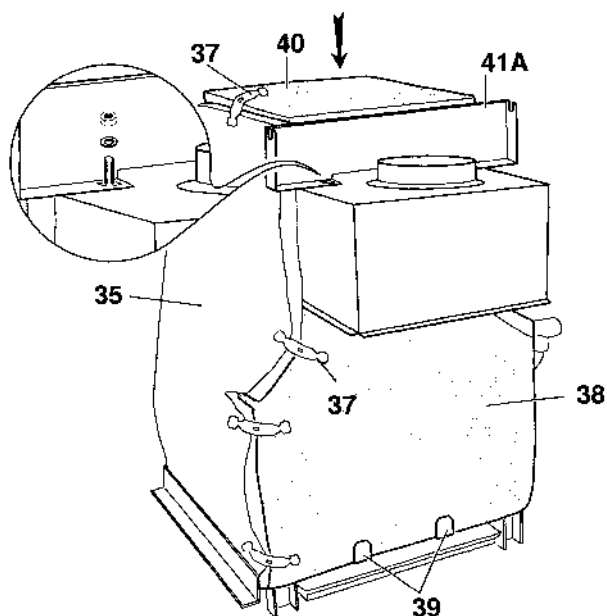

Рис. 22
- Изоляцию (38) задней части протолкнуть между корпусом котла и внизу под двумя держателями (39).
- Правую и левую части изоляции протолкнуть под изоляцией боковых стенок (35) и прикрепить к ним жестяными скобками (37).
- Верхнюю изоляцию (40) наложить на коллектор дымовых газов и прикрепить жестяными скобками (37) к изоляции боковых стенок (35).
- Отопительный котел из 9 секций (рис. 22) Прикрепить заднюю поперечину (41А).